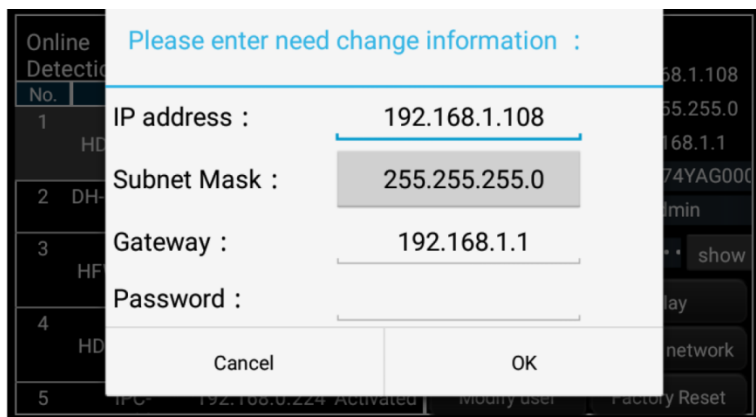

Рис. 170 Изменение сетевых настроек
5. Для изменения сетевых параметров нажмите кнопку Modify network (Изменить сетевые параметры). Здесь можно задать IP адрес, маску подсети и шлюз, рис. 170